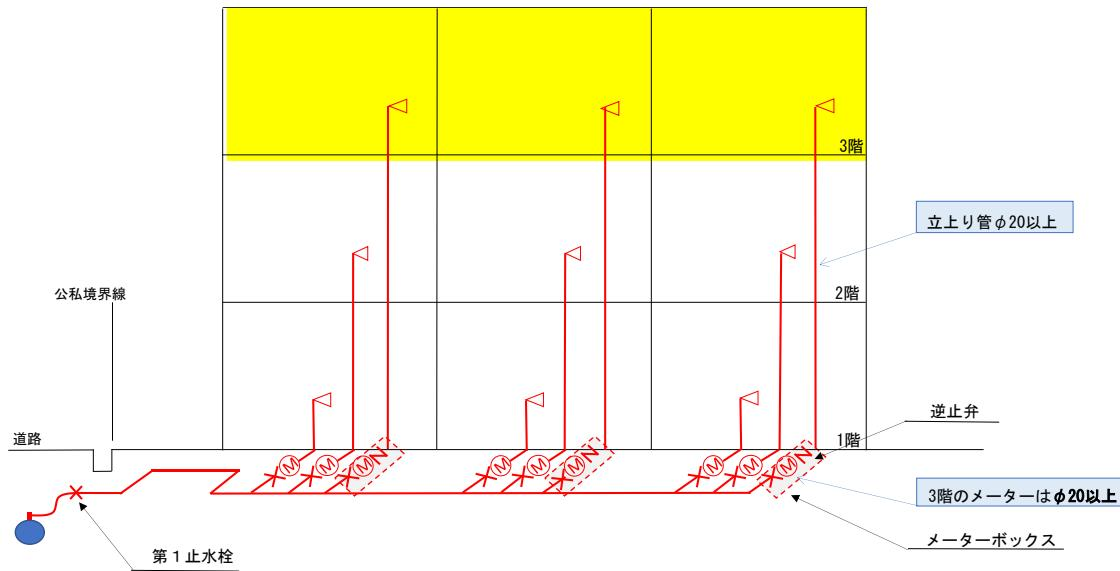

図4-4 集合住宅の地付けメーター設置例
- (1) 事務所ビル・集合住宅等の場合は、先分岐工法（床下配管）は承認する。
- (2) 3階建て集合住宅の場合、3階部の水道メータ一口径は $\phi 20$ 以上。（図4-4）